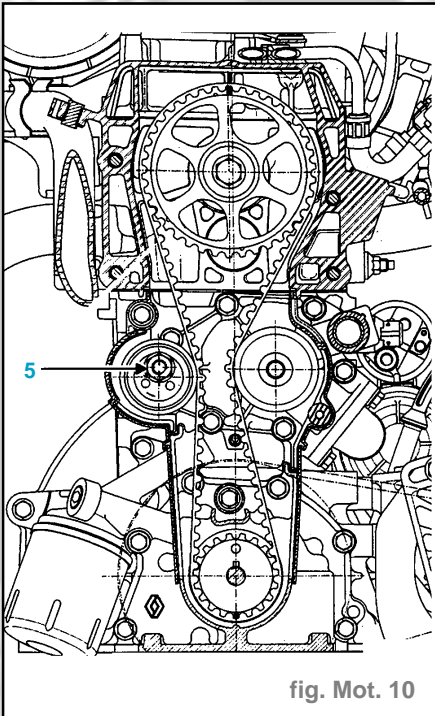

fig. Mot. 10
- Déposer la courroie de distribution en desserrant l'écrou (5) (fig. Mot. 10).